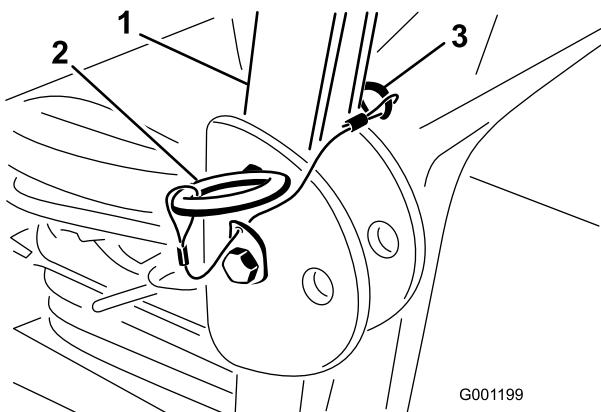

Figura 8
1. Remova os contrapinos e os dois pinos da barra de segurança (Figura 8).
2. Levante a barra de segurança na vertical, instale os dois pinos e fixe-os com os contrapinos (Figura 8).